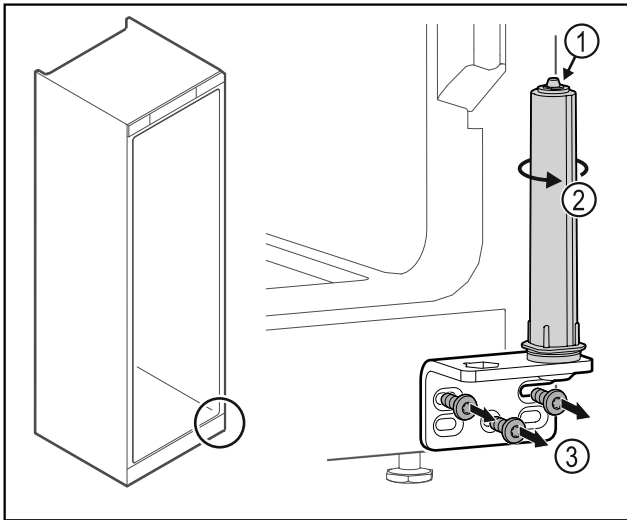

Fig. 37
- ▶ Non disassemblare il sistema di chiusura della porta Fig. 37 (1).
- ▶ Ruotare il sistema di chiusura Fig. 37 (2) finché non si innesta con un clic.
- ▶ Svitare la cerniera angolare Fig. 37 (3).